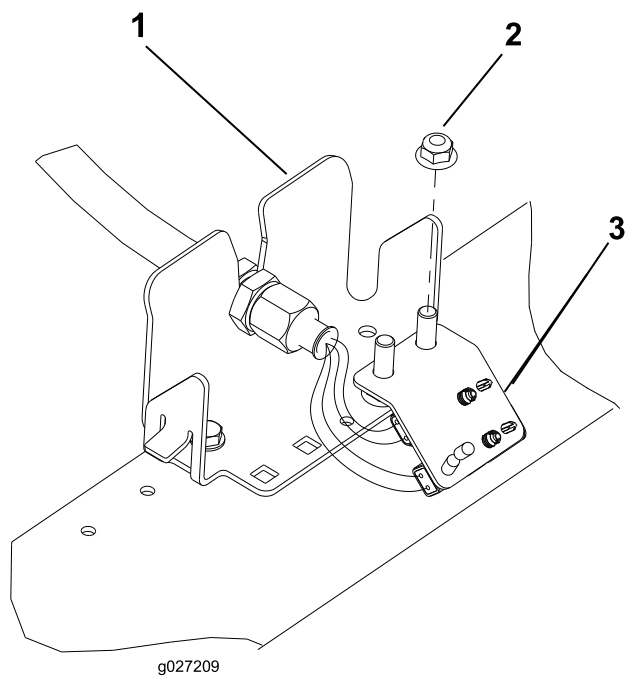

Figura 16
6. Ripetete la procedura nelle (4) posizioni di supporto rimanenti, come illustrato nelle immagini da Figura 13 a Figura 16.